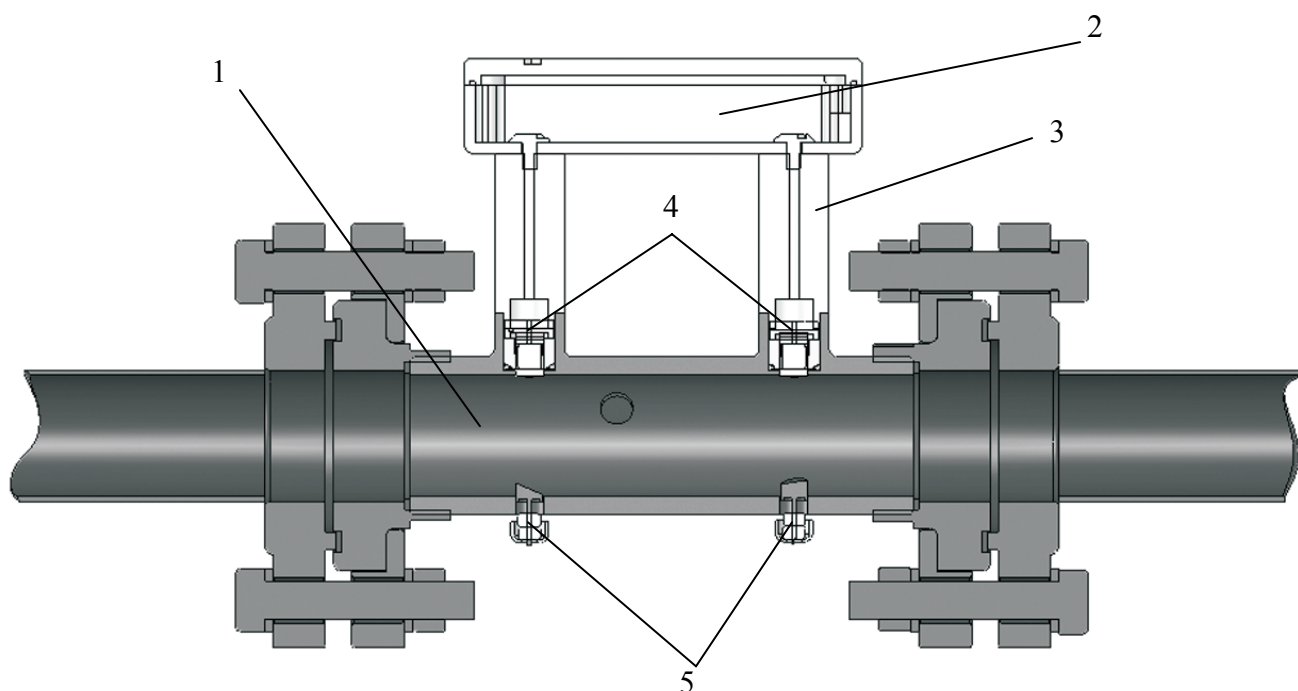

Рисунок 2 – Конструкция счетчика
Счетчик состоит (рисунок 2) из проточной части (1) и электронного блока (2). Проточная часть представляет собой полый цилиндр специальной конструкции, в поперечном сечении которого установлены пьезодатчики (4), являющиеся одновременно как излучателями ультразвуковых волн, так и их приемниками, и систему зеркал (5), направляющих ультразвуковую волну под некоторым углом к направлению движения среды. Электронный блок (2) соединен с проточной частью стойками (3).